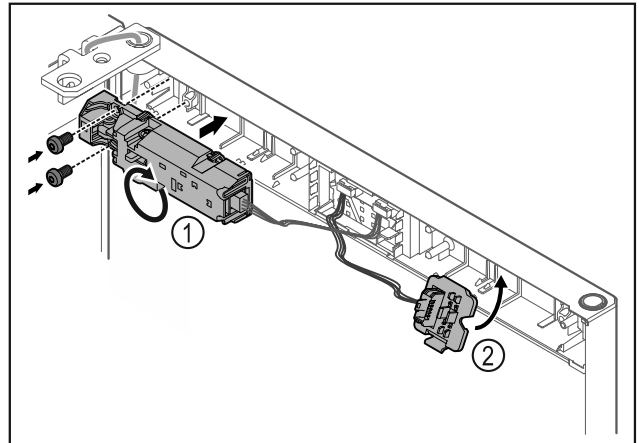

Fig. 14
- Tourner la serrure électrique Fig. 14 (1) à 180° et la placer de l'autre côté.
- Clipser le support de connecteur Fig. 14 (2) du côté opposé.*